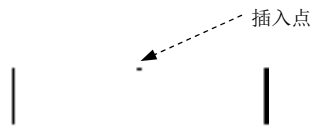

图 17.9.8 创建“窗”图块
(2) 创建图 17.9.8 所示的“窗”图块。
① 将图层切换至“门窗”图层，用 **绘图(U)** → **直线(L)** 命令绘制长度值为 10 的水平直线。
② 用 **修改(M)** → **偏移(S)** 命令偏移复制第二条直线，偏移距离值为 0.8。然后用相同的方法偏移其他的两条直线。
③ 将图层切换至“墙体”图层，用 **绘图(U)** → **直线(L)** 命令绘制两条垂直直线将两端封闭。
④ 选择下拉菜单 **绘图(U)** → **块(K)** → **创建(B)...** 命令，以窗平面上面一边中点为插入点，建立名为“窗”的单元图块。